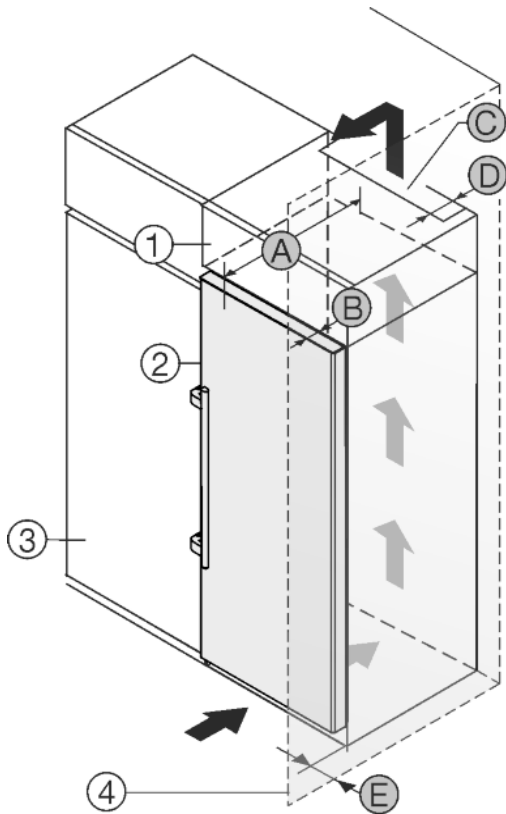

Fig. 21
Устройство может быть окружено кухонными шкафами. Чтобы уравнять устройство Fig. 21 (2) по высоте с кухонной стенкой, можно установить над устройством дополнительный шкафчик Fig. 21 (1).
Установить устройство можно непосредственно рядом с кухонным шкафом Fig. 21 (3). Чтобы можно было полностью открыть двери, устройство должно выступать на глубину Fig. 21 (B) относительно передней стенки кухонного шкафа. В зависимости от глубины кухонных шкафов и использования пристенных распорок устройство может выступать и больше.
- На задней стенке дополнительного шкафчика должен быть вентиляционный канал с глубиной Fig. 21 (D) по всей ширине этого шкафа.
- Нужно соблюдать вентиляционное отверстие Fig. 21 (C) под нижней панелью.
Если устройство установлено на шарнирах у стены Fig. 21 (4), то нужно соблюдать расстояние Fig. 21 (E) между устройством и стеной. Настолько выступает ручка при открытой двери.